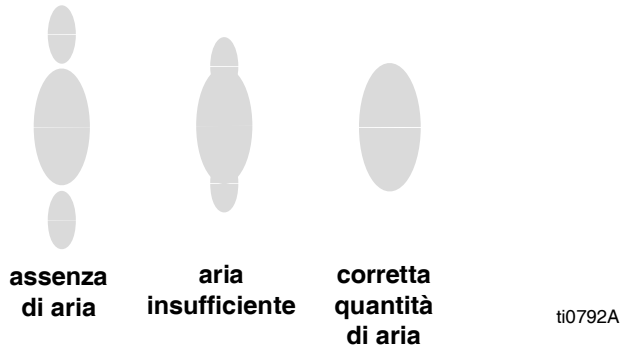

FIG. 7. Problemi di ventaglio di spruzzatura
2. Vedere FIG. 7. Impostare la pressione dell'aria di atomizzazione a circa 35 kPa (0,35 bar, 5 psi) quando attivata. Verificare la distribuzione della spruzzatura e poi aumentare lentamente la pressione dell'aria in modo che i baffi di spruzzatura siano completamente nebulizzati e concentrati nella distribuzione dello spruzzo. Non superare una pressione dell'aria alla pistola di 0,7 MPa (100 psi, 7 bar).
3. Vedere FIG. 7. Per un ventaglio più stretto, ruotare la manopola della valvola di regolazione (AA) del ventaglio in senso antiorario (verso l'esterno). Se la distribuzione non è ancora abbastanza stretta, aumentare di poco la pressione dell'aria alla pistola o utilizzare un ugello di dimensioni diverse.